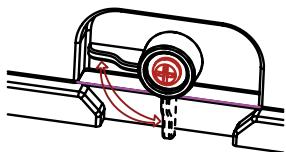
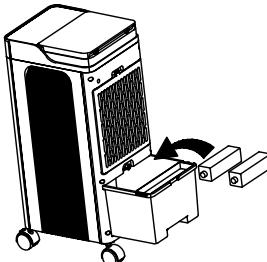

Ilustración 1
Ilustración 2
(1) Gire el botón de bloqueo del depósito de agua hacia la izquierda (véase la ilustración 1), extraiga el depósito de agua extraíble y, a continuación, vierta lentamente agua limpia del grifo en el depósito de agua (ilustración 2). Nota: Cuando añada agua, observe el nivel de agua a través de la marca de nivel de agua del depósito de agua situado en la parte posterior. No sobrepase el nivel máximo del depósito de agua cuando añada agua.